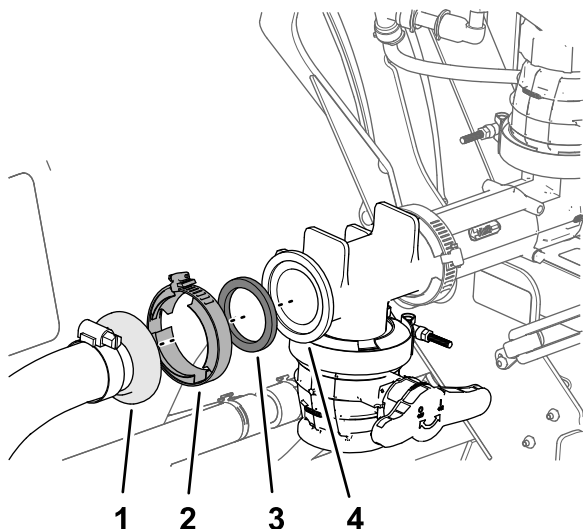

図 30
7. エダクタホースアセンブリのバーブ付きストレートフィッティングを、エダクタ用の T 字フィッティングのフランジに組み付け、クランプを手締めする 図 30。